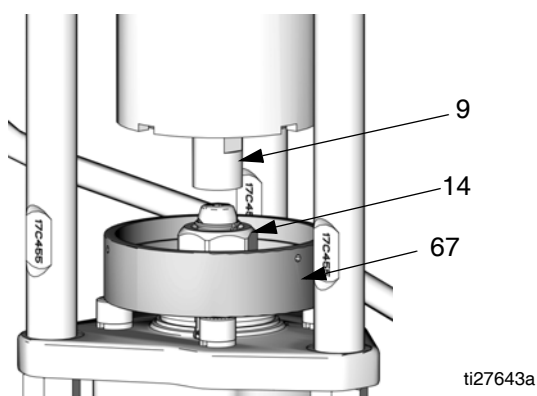

FIG. 9. Collettore di posizione
2. Far girare a impulsi il motore per muovere il pistone a cursore (9) verso l'alto, lasciando uno spazio adeguato per inserire il collettore (67) tra il cilindro a cursore e la biella del pistone.
3. Vedere FIG. 9. Posizionare il collettore (67) al di sopra del dado di accoppiamento (14) e farlo scendere sulla biella del pistone della pompa.